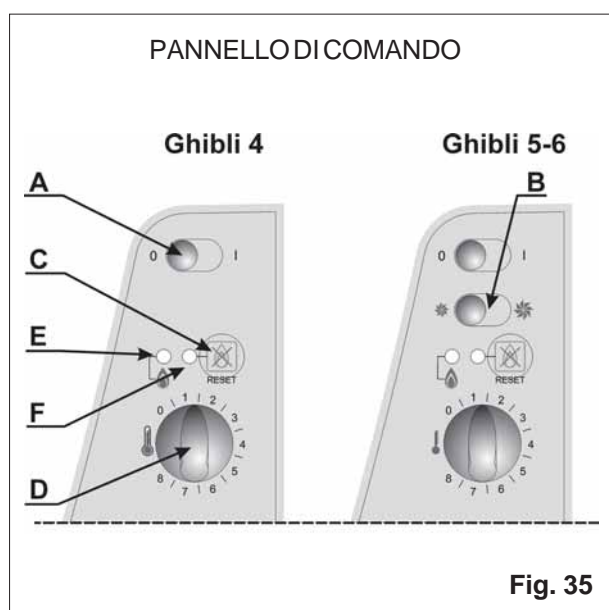

Fig. 35
11.2.2 (I richiami alle funzioni del pannello di comando che seguono si riferiscono alla fig. 35).
- Portare l'interruttore (A) nella posizione di accensione "I" per iniziare il ciclo di accensione. Se si è installato il kit orologio programmatore digitale fare riferimento alle istruzioni ad esso allegate per eseguire le manovre supplementari.
- Ruotare la manopola del termostato ambiente (D) in senso orario verso il massimo valore. Da questo momento inizia la fase di avviamento, segnalata dall'accensione del led verde (E).